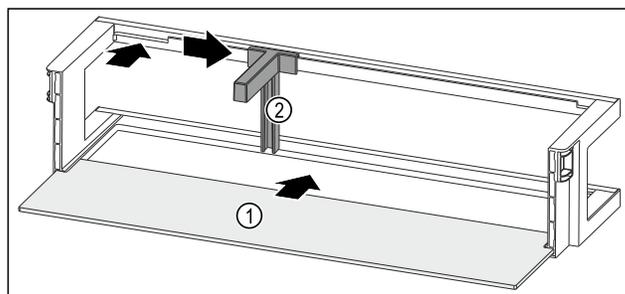

Fig. 88 Balconnet de contre-porte avec tablette de rangement
- ▶ Insérer la tablette de rangement Fig. 88 (1) dans les évidements latéraux.
- ▶ Insérer le porte-bouteilles Fig. 88 (2) dans l'évidement.
- ▶ Pousser le porte-bouteilles Fig. 88 (2) sur le côté en position souhaitée.